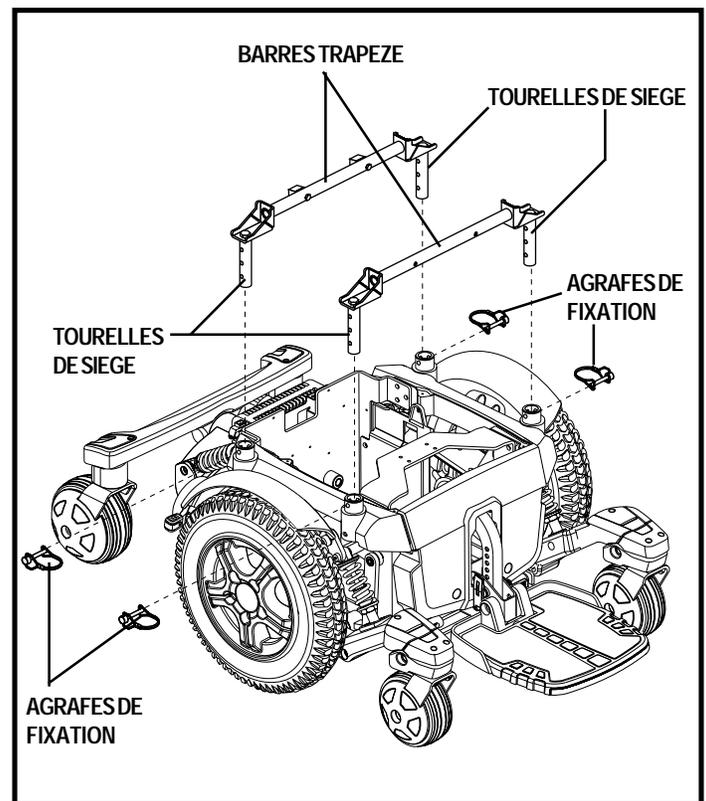

Figure 15. Réglage de la hauteur et de l'angle du siège
8. Desserrez les vis qui retiennent la barre trapèze aux tourelles de siège. Voir la figure 15.